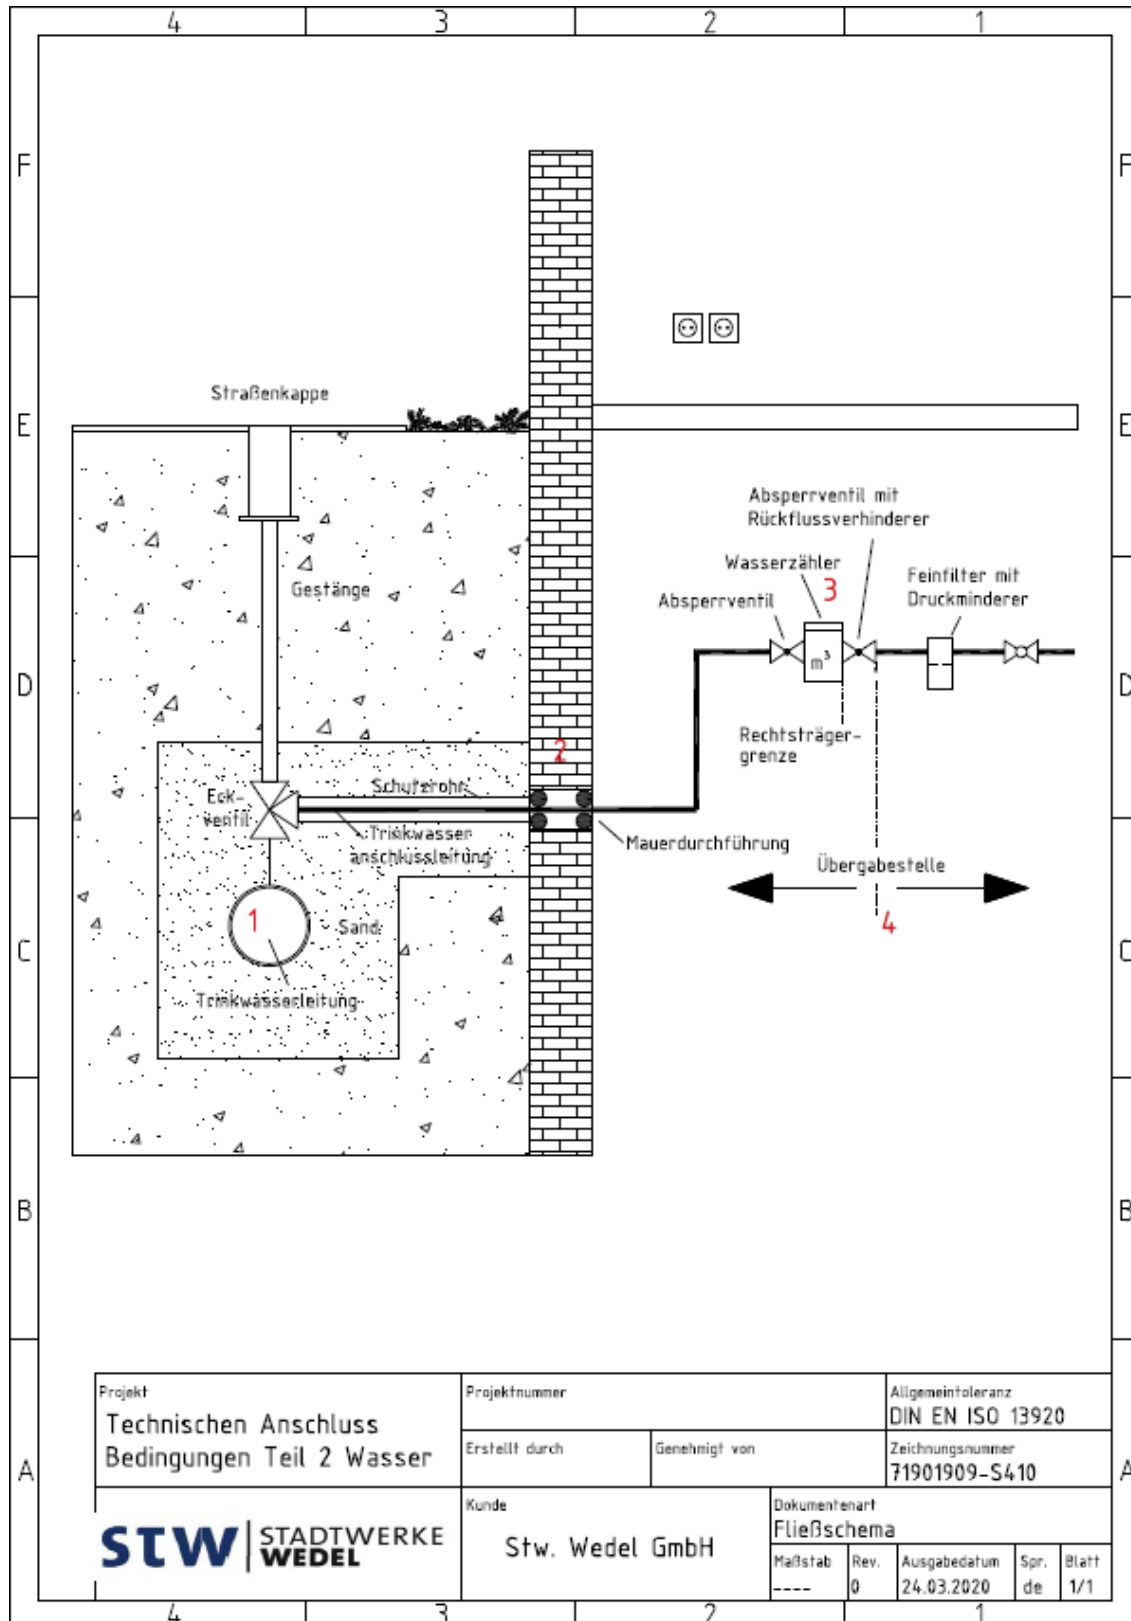

Abb. 5: Schematischer Aufbau eines Wassernetzanschlusses; Quelle Stadtwerke Wedel GmbH
5.5.1 Legende zur Abb. 5 Schematischer Aufbau eines Wassernetzanschlusses